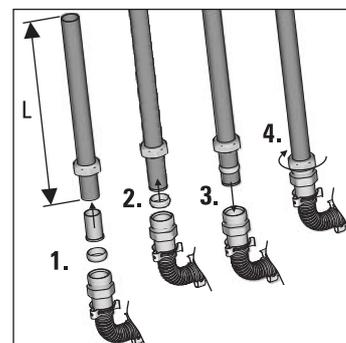

Fig. 3-46 Fase di lavoro 5
5. Collegare le tubazioni di collegamento con le viti ad anello tagliante dei raccordi (fig. 3-46).